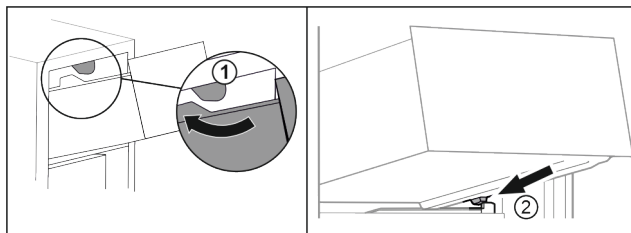

Fig. 61
- ▶ Ved'te zásuvku podél horních zářezek. Fig. 61 (1)
- ▶ Nasaďte zásuvku šikmo za dolní zářezky na žebrování na nádoby. Fig. 61 (2)